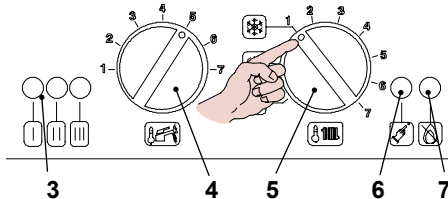
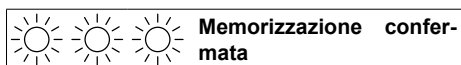

Figura 7.6
Figura 7.9
- Posizionare il selettore 5 come indicato in Figura 7.6; la lampada di segnalazione 3 lampeggia ad intermittenza circa ogni 2 secondi.
Se non si visualizza questa sequenza premere il pulsante di ripristino 6 in Figura 7.6 tante volte fino alla visualizzazione (4 volte).
- Per memorizzare il settaggio premere il pulsante di ripristino 6 in Figura 7.6 per circa 5 secondi, le spie di segnalazione 3 lampeggiano tutte quante simultaneamente come in Figura 7.9 (legenda spie Figura 7.4).